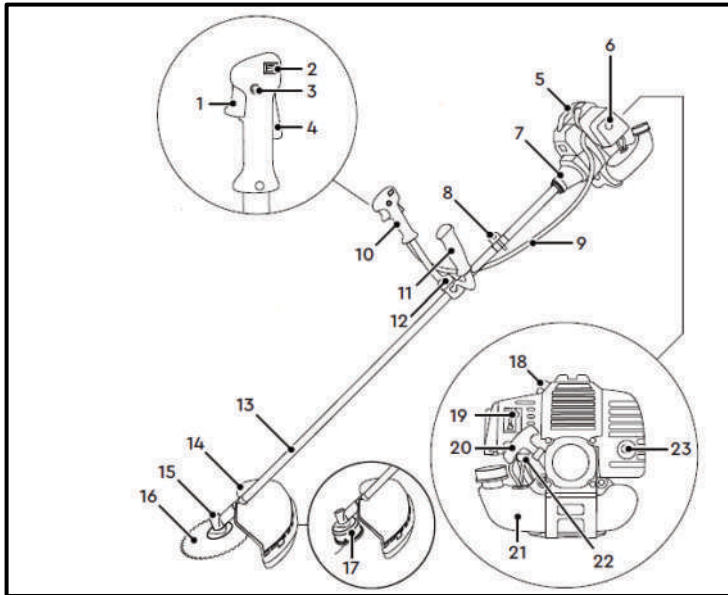

Рис. 7
* В зв'язку з постійним вдосконаленням відображення (Рис. 7) може відрізнятись